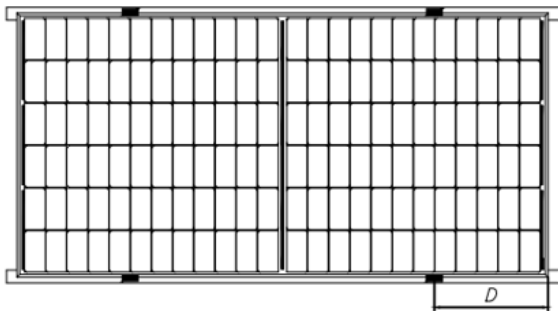
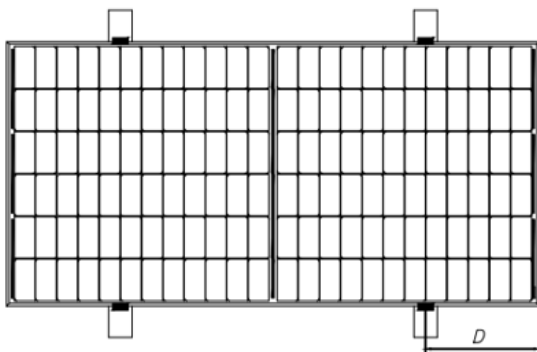
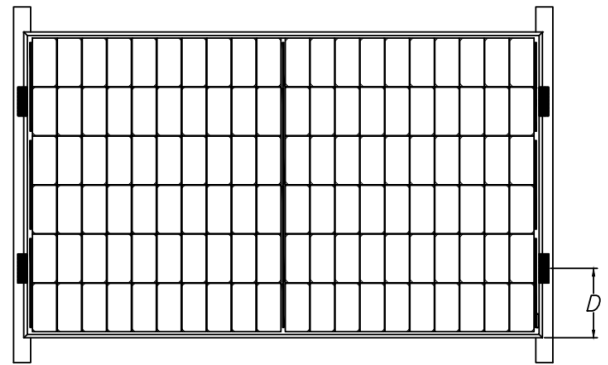
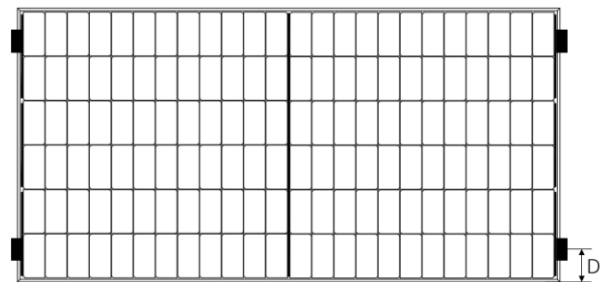

Abb. 3 Schienen, die die lange Rahmenseite überlappen
Abb. 4 Vertikale Schienen zur langen Rahmenseite
Abb. 5 Schienen, die die kurze Rahmenseite überlappen
Abb. 6 Befestigung mit vier Klemmen an der kurzen Rahmenseite
- ⑩ Für die in Abbildung 3 gezeigte Befestigung muss die Überlappung zwischen der C-Fläche der Anordnung und der Schiene ≥ 25 mm sein. Die eingeschränkte Garantie von Astronergy geht verloren, wenn nicht geeignete Klemmen eingesetzt werden oder eine unsachgemäße Installation ausgeführt wird.
- ⑨ Um zu verhindern, dass sich die Module nach der Installation von der Befestigungsvorrichtung lösen
| Modultyp | Modulgröße L x B x H (mm) | Siehe Abbildung 3 für das Installationsverfahr en | Siehe Abbildung 4 für das Installationsverfahr en | Siehe Abbildung 5 für das Installationsverfahr en | Siehe Abbildung 6 für das Installationsverfahr en |